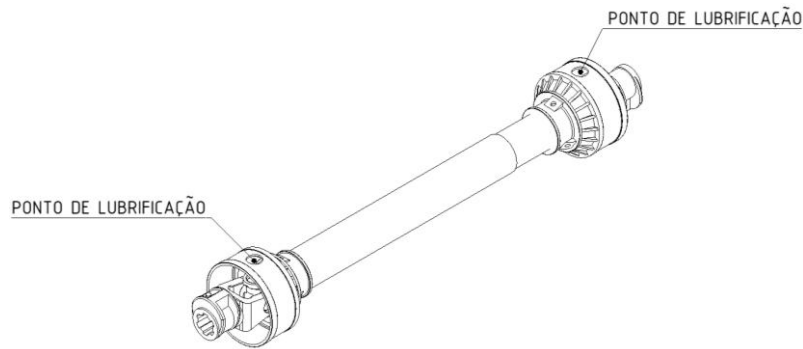

Figure 8.2 – Exemple de cardan de transmission
- **Cardan** : le cardan (*Figure 8.2*) fait partie des composants que vous devez vérifier tous les jours lorsque vous travaillez avec la machine et, dans ce cas particulier, lubrifier correctement à la même fréquence.